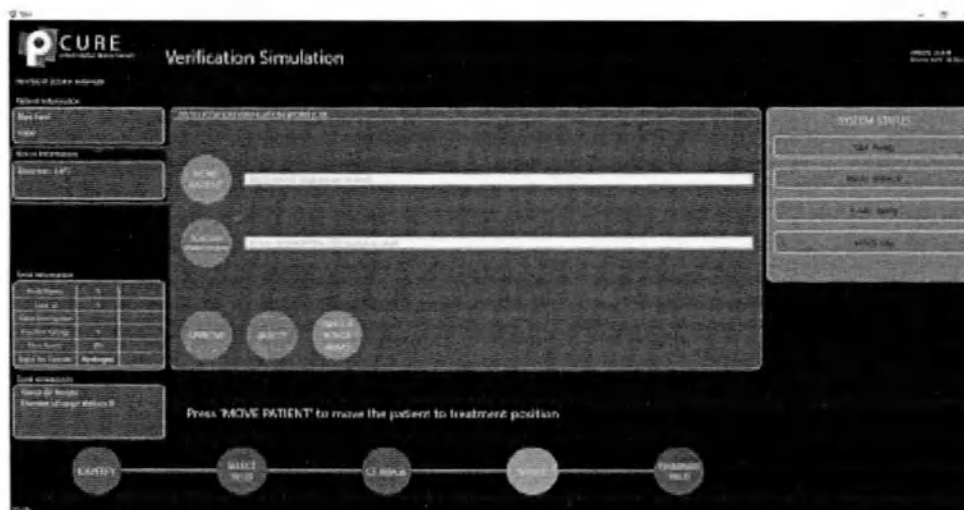

Рисунок 143. TSM — моделирование верификации
Выбор поля также связан с ориентацией роботизированного манипулятора. Если верификация не удалась при заданном положении роботизированного манипулятора, то его можно переключить на другую сторону и повторить процедуру верификации. Подробнее о переключении роботизированного манипулятора см. рисунок 143.
2. Перед началом движения робота проверьте ориентацию роботизированного манипулятора. Ориентация отображается на «Информационной панели робота» (отмечена красной рамкой) в левой части экрана. Рисунок 143. TSM — верификация.
3. Выберите «Move Patient» («Переместить пациента»), чтобы переместить пациента в лечебное положение. (Рис. 143. TSM — верификация).